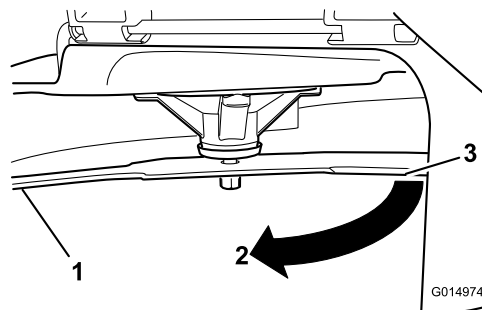

Рисунок 67
4. Поверните тот же нож на 180 градусов, чтобы теперь его противоположная режущая кромка была в том же положении (Рисунок 67).